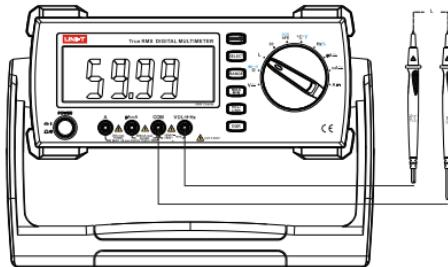

图4
- 将红表笔插入 "L" 插孔，黑表笔插入 "COM" 孔 (如图4)。
- 清零方法：①开路清零：表笔开路状态下待频率稳定在1kHz时按下REL键清除底数。
②短路清零：表笔短路状态下待频率在10kHz时按下REL键清除底数。